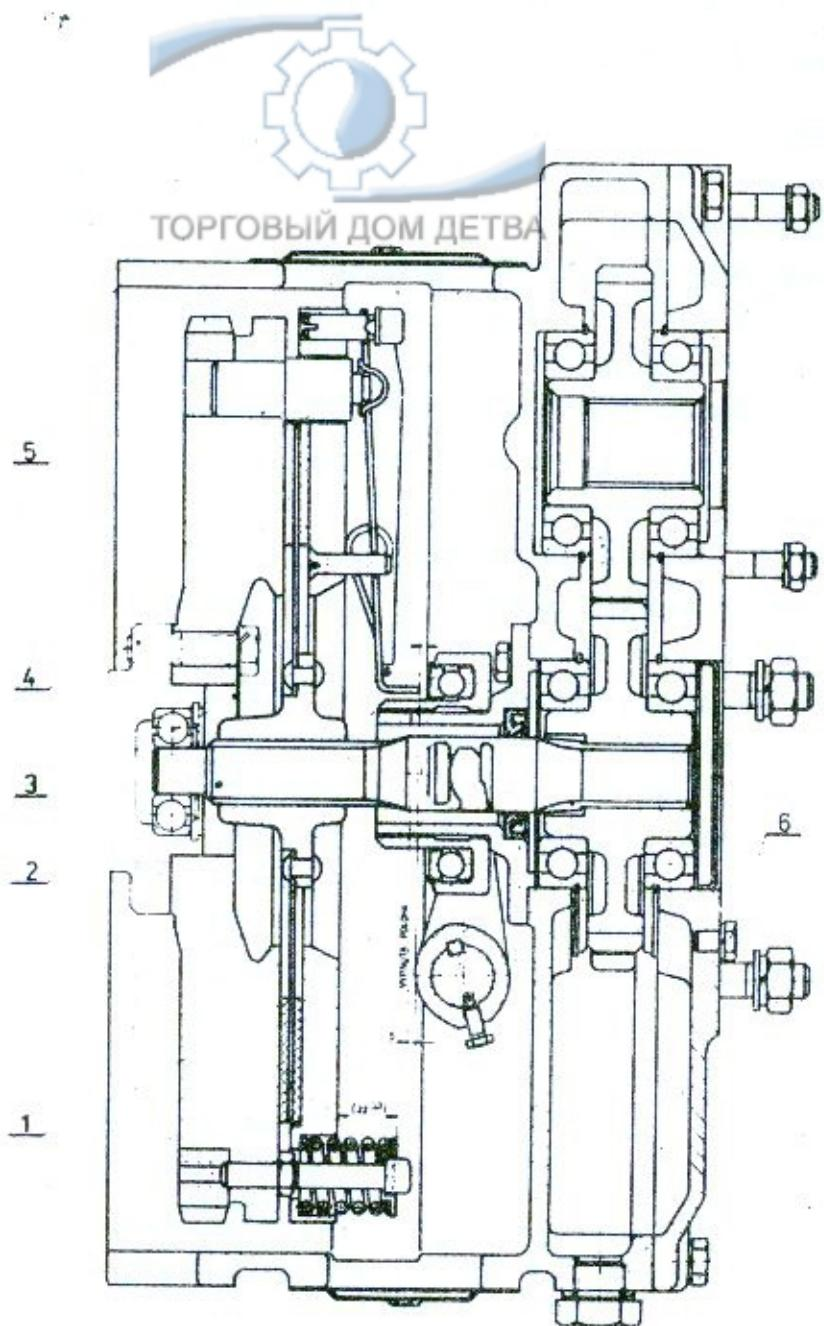
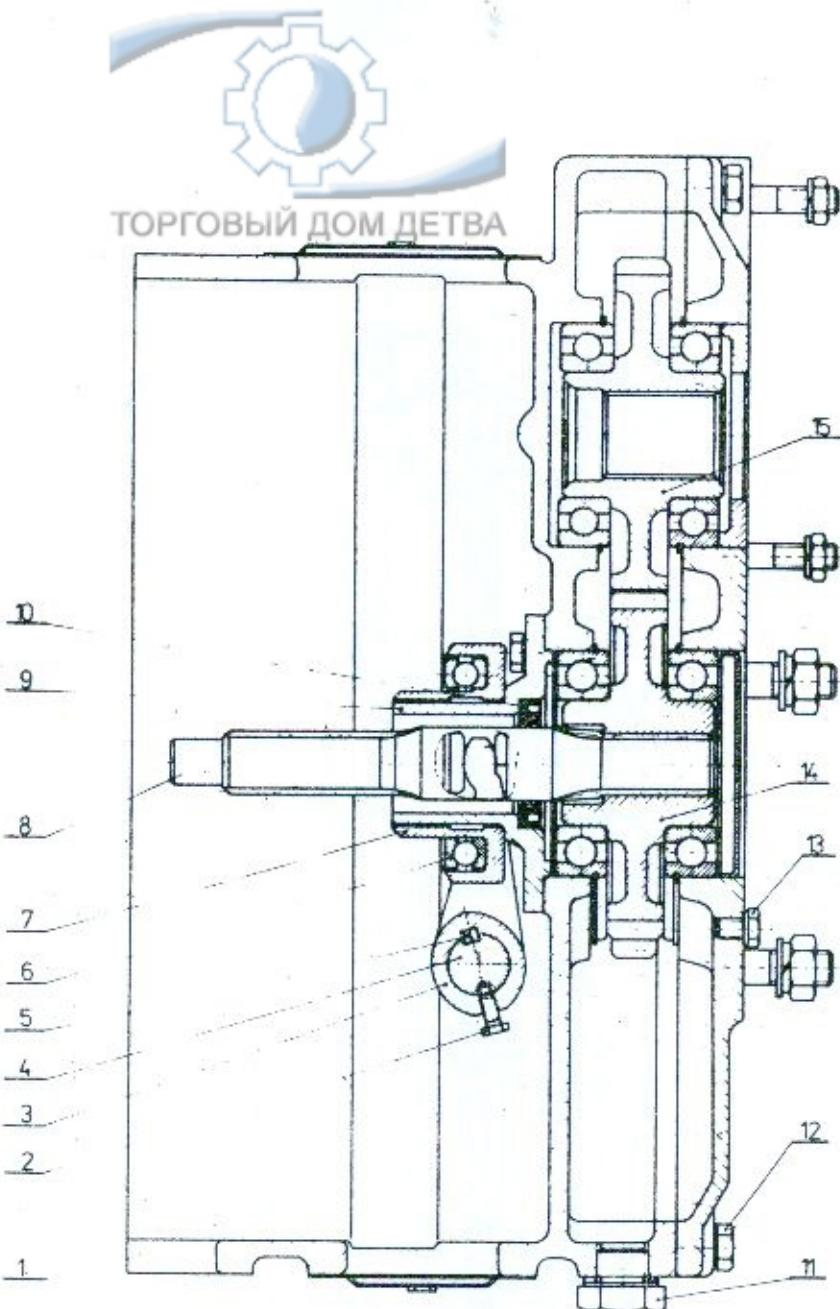
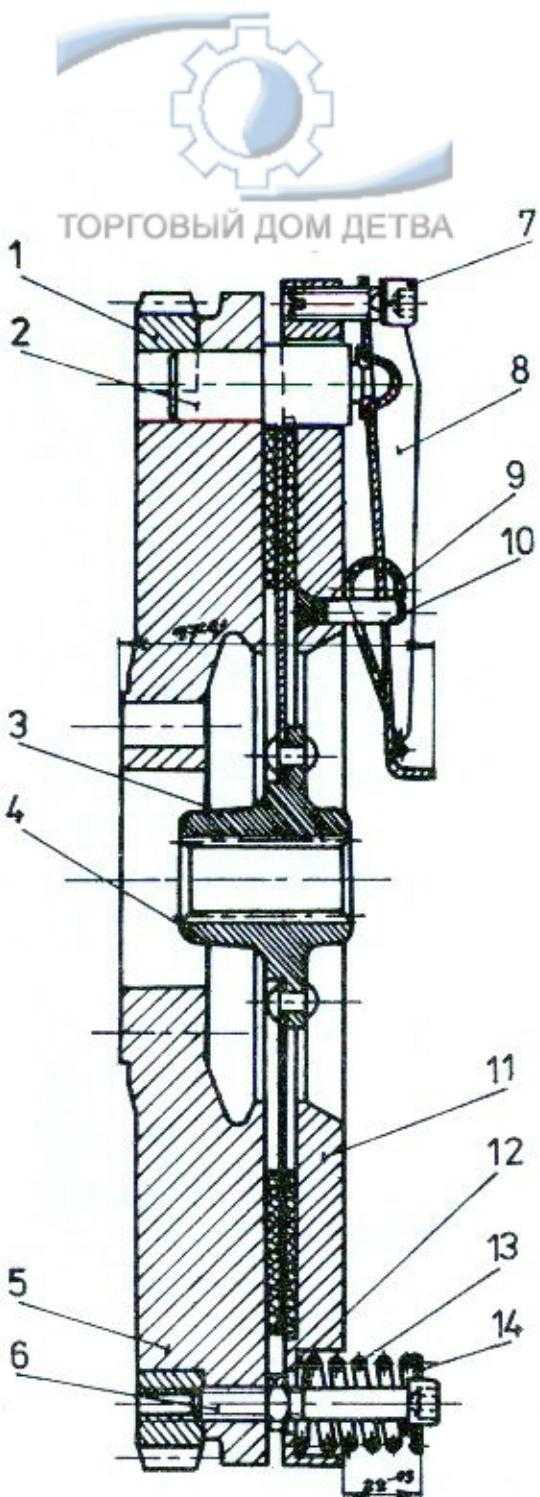

Рис. 49 Привод насосов с муфтой сцепления
Рис. 50 Привод насосов
Рис. 51 Муфта двигателя
Снятый привод гидрогенераторов показывается на рис. 50 Комплектный привод гидрогенераторов изображен на рис. 49.
На приводе гидрогенераторов /рис. 49/ указываются следующие данные по размерам:
Демонтаж муфты сцепления с маховиком произвести, ослабив и вывернув 3 винта поз.4 /рис.49/. Для фиксации винтов служит шайба № 3. Выворачивание и снятие фиксации винтов производить через отверстия в пластине муфты.
Сняв маховик с коленчатого вала, произвести демонтаж муфты сцепления с маховиком. Собранная муфта сцепления с маховиком изображается на рис. 51
б/ вывернув пробку поз.11, рис.50, слить масло из привода. После слива масла ввернуть обратно пробку на свое место.
г/ вывернув винты поз.12 /рис.50/, ослабить крышку корпуса привода. Крышка корпуса крепится двумя штифтами.
е/ извлечь вал поз.8 /рис.50/ из пазов центрального колеса
- центральное колесо поз.14 /рис.50/
- колесо для привода поз.15 /рис.50/
- монтаж вала поз.8 /рис.50/
- монтаж гуфера поз.10 /рис.50/ с направляющей муфты поз.9
- монтаж выжимного подшипника поз.7 /рис.50/
- монтаж выключения муфты сцепления поз.2, 3, 4, 5 /рис.50/
Собранную муфту сцепления в сборе с маховиком согласно рис. 51 надеть на фланец коленчатого вала так, чтобы отверстия для штифтов и винтов находились во взаимном правильном положении. Через прокладку по а.З, рис.49 произвести соединение винтами и штифтами. Винты зафиксировать, изогнув шайбу.
Привод гидрогенераторов вставить шлицевым валом в ступицу пластины муфты сцепления и шарикоподшипника во фланце коленчатого вала двигателя. Повернув корпус привода настроить правильное положение на фланцах и ввернуть крепежные винты. Требуемые размеры по рис.49 проверить через верхнее и нижнее отверстие в корпусе привода. После контроля закрыть отверстие крышками.
Заправить корпус привода маслом РР 90, ЧСН 65 6640 до контрольного отверстия по а.6, рис.49.